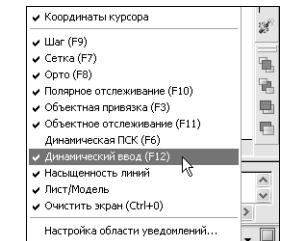

Рис. 1.8 ▼ Меню строки состояния
- Щелкните на кнопке раскрытия меню строки состояния, которая находится в этой строке правее области уведомлений (рис. 1.8).